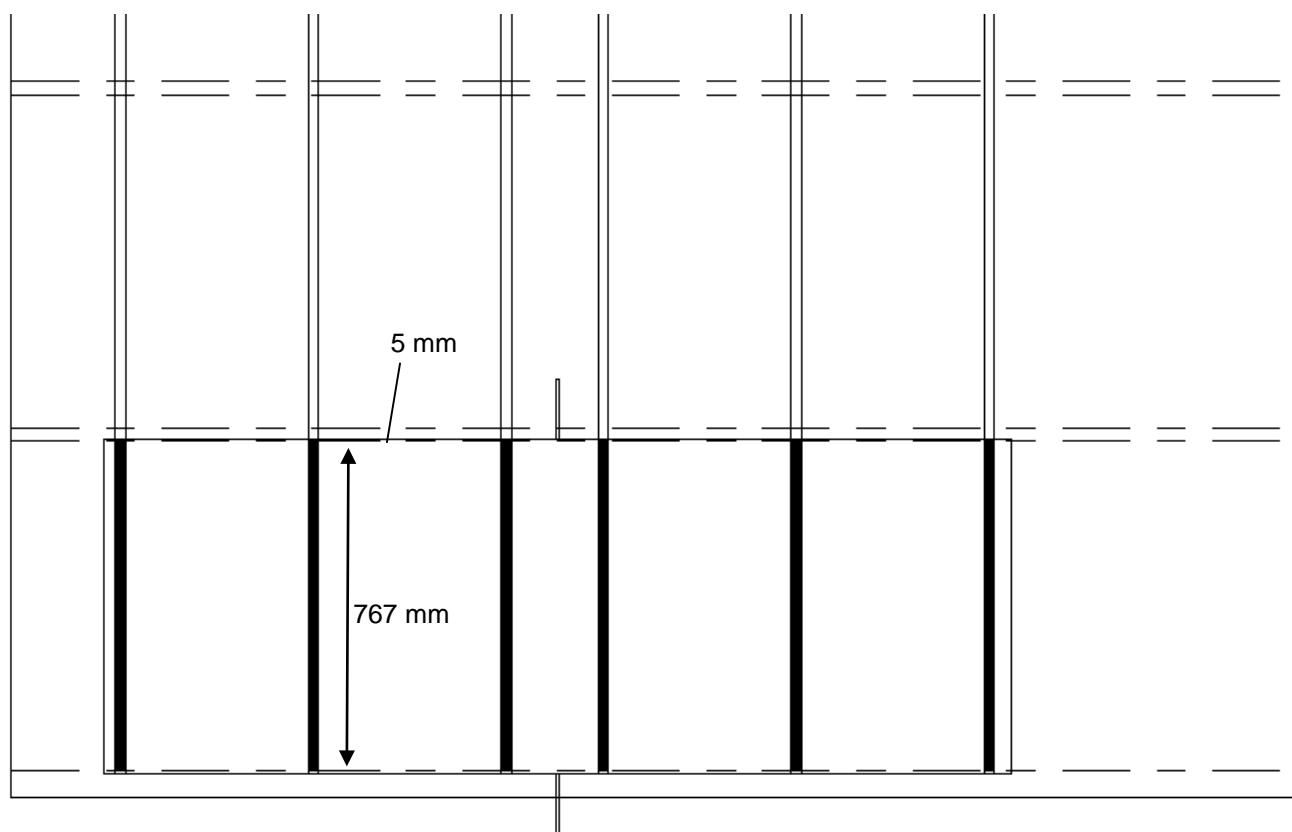

Figura 12
- ④ O comprimento do tubo de suporte é de 2390 mm, que é igual ao comprimento do adesivo aplicado na parte inferior. O comprimento do adesivo estrutural entre o tubo de suporte e o produto superior é de 767 mm, e as duas extremidades são recuadas 5 mm a partir do lado longo do produto Galaxy Plus (conforme mostrado na Figura 12).